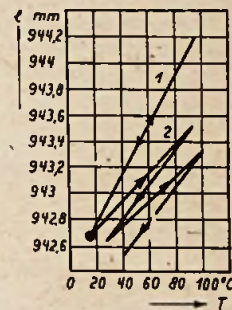

Abb. 1. 1. Ausdehnung des Cu-Leiters. 2. Ausdehnung der Micafolium-Isolation (6 mm). Temperatur der Isolation ist praktisch gleich der Cu-Temperatur
F. Beldi behandelt im Bull. SEV (1948) Nr. 10 die Beanspruchung der Wicklungsisolation im Großmaschinenbau und die erreichten Verbesserungen unter den Gesichtspunkten: Materialverbesserung, deren Einfluß auf die Maschinengröße und Betriebserfahrung. Die wärmeelektrischen Probleme im Dauerbetrieb sind heute für bedeutend höhere Spannungen gelöst als solche praktisch zur Anwendung gelangen. Auch die Alterungsvorgänge sind geklärt. So zeigt Abb. 1 die Längenänderung eines Kupferleiters und der isolierenden Micafoliumschicht in Abhängigkeit von der Temperatur. Auch die glimmerlose Isolation läßt sich durch zweckentsprechende Auswahl des Materials und seiner Bearbeitung weitgehend vor der Zerstörung durch Glimmen schützen. So ergaben Glimmversuche an verschiedenen Drahtisola-